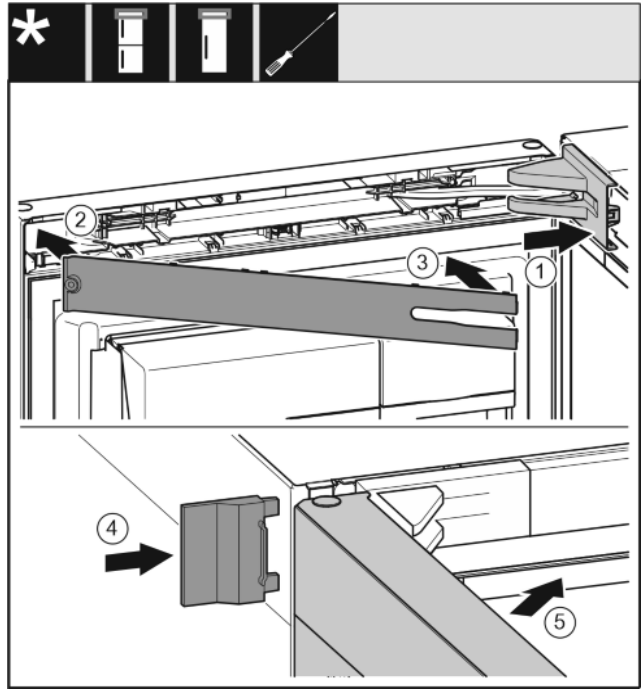

Fig. 40
- ▶ Așezați apăraoarea suporturilor de lagăr și fixați-o în poziție, după caz, desfaceți-o prin apăsare cu precauție. *Fig. 40 (1)*
- ▶ Așezați masca. *Fig. 40 (2)*
- ▶ Rabatați în interior și fixați în poziție masca. *Fig. 40 (3)*
- ▶ Împingeți apăraoarea exterioară. *Fig. 40 (4)*
- ▶ Închideți ușa superioară. *Fig. 40 (5)*